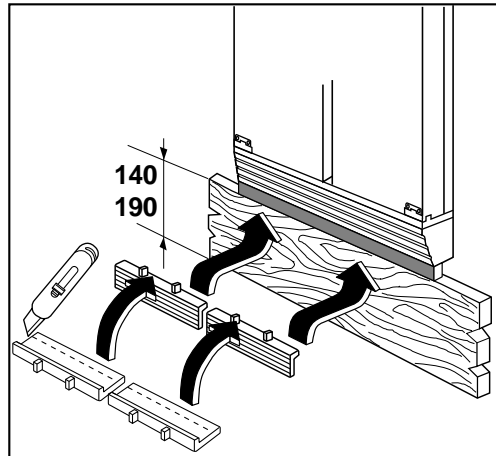

Abb. 18
- Bei einer Sockelhöhe, die höher als 100 und niedriger als 140 mm ist, das mitgelieferte Ausgleichsabdeckstück entsprechend zuschneiden und es zwischen dem Sockel und dem Belüftungsgitter mit der Schnappbefestigung unter dem Gitter montieren (Abb. 18).
- Bei einer Sockelhöhe, die höher als 150 und niedriger als 190 mm ist, das mitgelieferte Ausgleichsabdeckstück entsprechend zuschneiden und es zwischen dem Sockel und dem Belüftungsgitter montieren (Abb. 18).